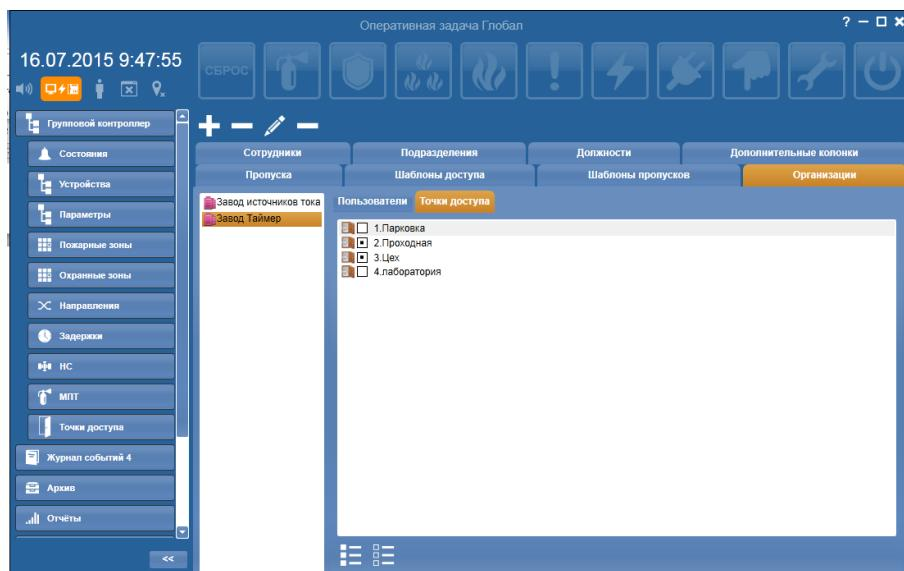

Рисунок 4. Вкладка **Точки доступа** для выбранной организации
- 2) На панели справа на вкладке **Точки доступа** (Рис. 4) выделить точки доступа, которые должны быть привязаны к организации, и снимите выделения с точек доступа, не имеющих отношения к данной организации. При необходимости можно воспользоваться кнопками **Выделить все** и **Снять все выделения**.